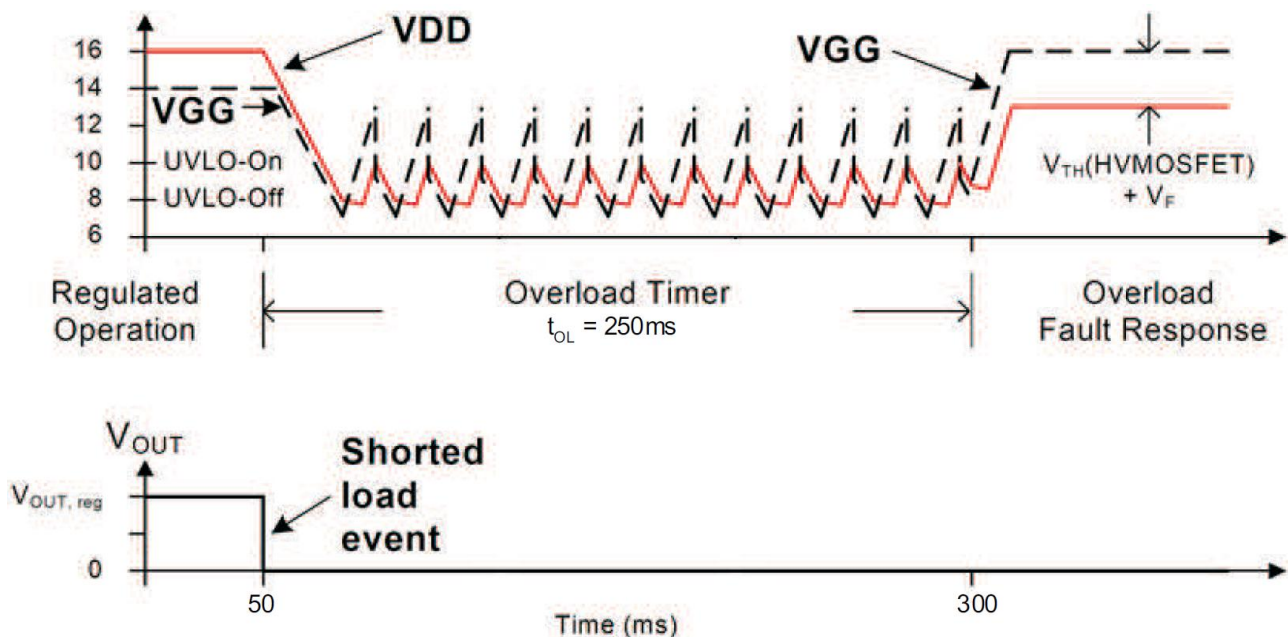

Рис. 32. Поведение при перегрузке с коротким замыканием выхода
UCC28610 реагирует на запрограммированную перегрузку, если перегрузка длится дольше, чем T_{OL} (номинально 250 мс). Реакция на ошибку перегрузки либо (1) защелка выключения или (2) выключение/повторная попытка после повтора задержки 750 мс. Реакция на перегрузку программируется с помощью ножки MOT. Вынуждение функции DCM предотвращает насыщение трансформатора и ограничивает среднее и действующее значения выходного тока вторичной обмотки трансформатора. Даже в условиях короткого замыкания нагрузки, выходной ток трансформатора ограничен до уровней, которые показаны в уравнении 16, где N_{PS} представляет собой отношение первичных на вторичных витков. Типичное поведение для короткого замыкания нагрузки показана на рис. 32.